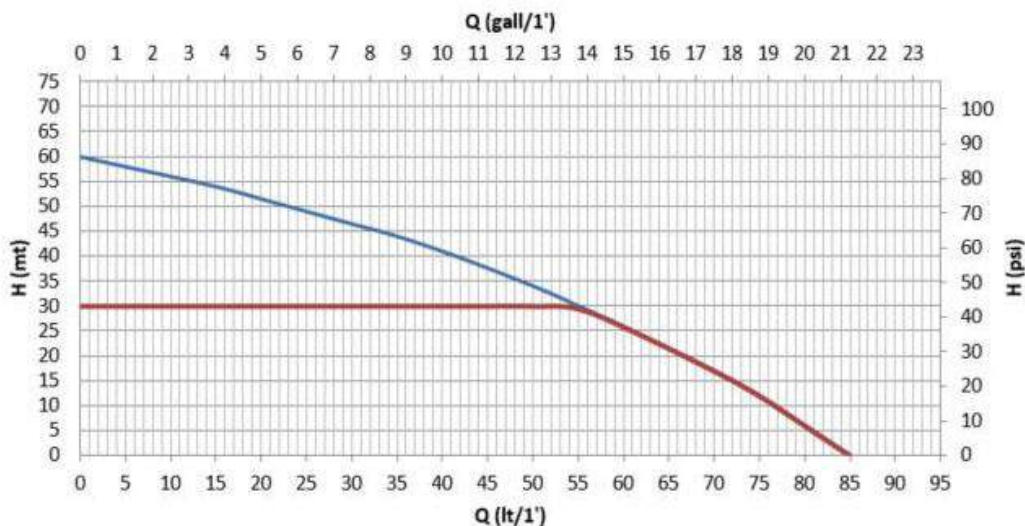

Fig. 2
Diagrammet i fig. 2 visar kurvorna över den hydrauliska kapaciteten. Invertern modulerar automatiskt elpumpens rotationshastighet vilket gör att elpumpen vid behov kan förflytta sin arbetspunkt till valfritt område under aktuell kurva så att det inställda värdet för jämnt tryck (SP) upprätthålls. Den röda kurvan visar systemets händelseförlopp med börsvärdet inställt på 3,0 bar (43.5 psi).